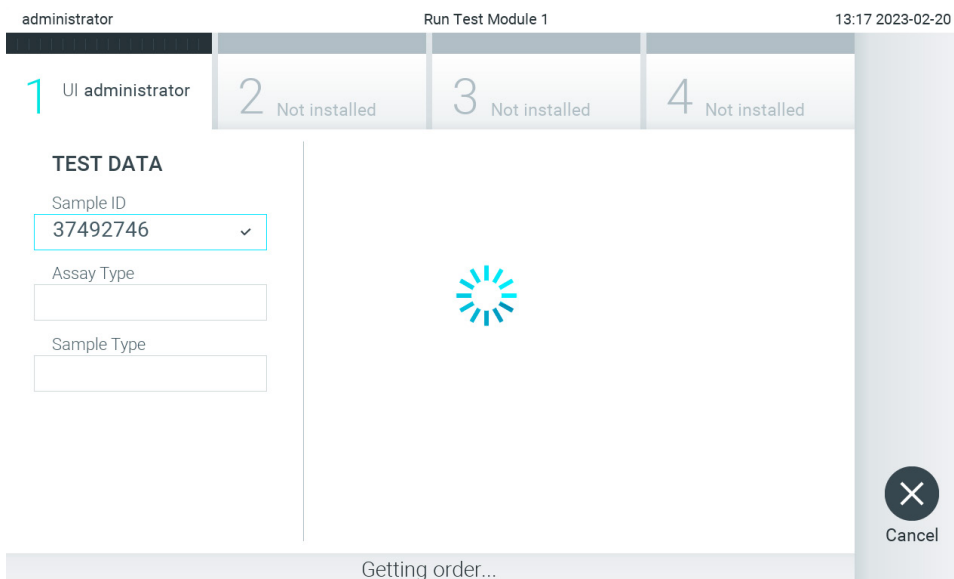

Figura 86. Afișaj în timpul regăsirii comenzii de testare.
- ID-ul probei va fi trimis către gazdă și, în timp ce QIAstat-Dx Analyzer 2.0 așteaptă o comandă de testare, se afișează mesajul „Getting order...” (Se obține comanda...) (Figura 86).